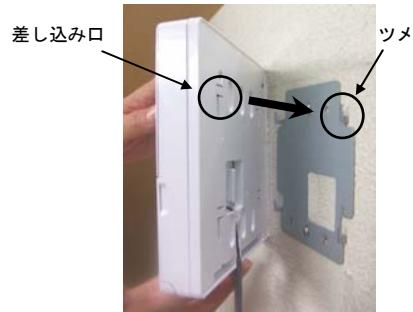
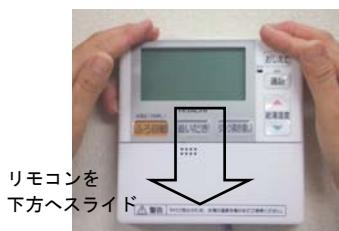

図3
図4
- リモコンケース裏面の差し込み口に、リモコン取付板のツメを引っ掛け（図3）、少し強くカチッと音がするまで、リモコンを下方にスライドさせ、リモコンを取付板に固定してください。（図4）
- リモコンケース裏面の差し込み口に、リモコン取付板のツメを引っ掛け（図3）、リモコンを下方にスライドさせ、リモコンを取付板に固定してください。（図4）